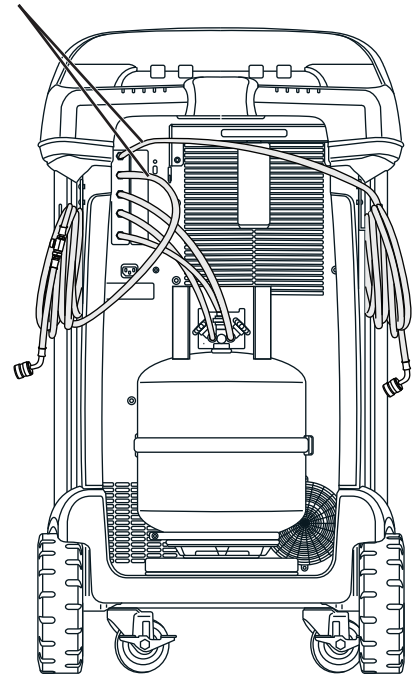

Figura 13
2. Enrolle las mangueras de servicio y guárdelas en los ganchos en cualquier costado de la unidad. Consulte la Figura 13.